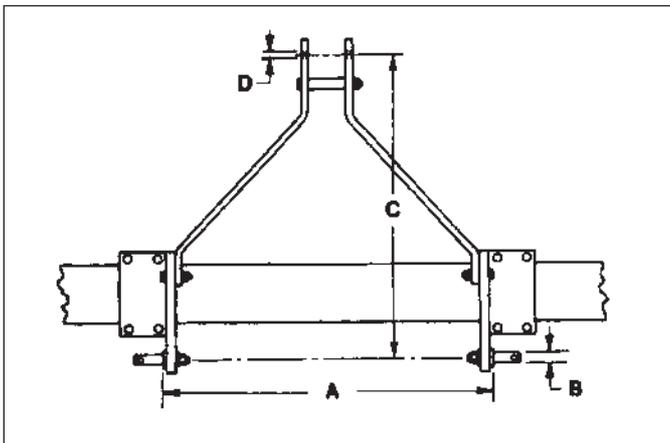

FIG. 5-25
**FIG. 5-25:** Pour accepter différents équipements, l'écartement des tringles arrière, la taille des broches, etc. sont standardisés. Cela permet de changer d'équipement avec un minimum de réglage, pour autant que vous utilisez des équipements de taille ou « catégorie » correspondante.